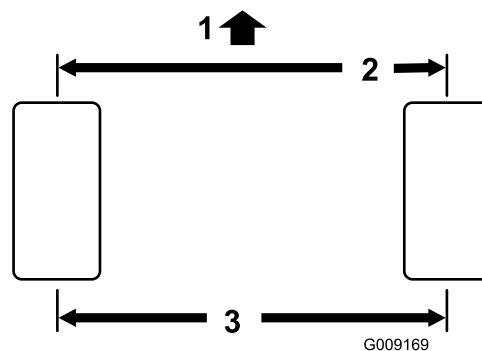

Figure 68
1. Mesurez l'entraxe (à hauteur d'essieu) à l'avant et à l'arrière des roues directrices. Le pincement à l'avant doit être inférieur de 3 mm (1/8 po) au pincement à l'arrière (Figure 68).